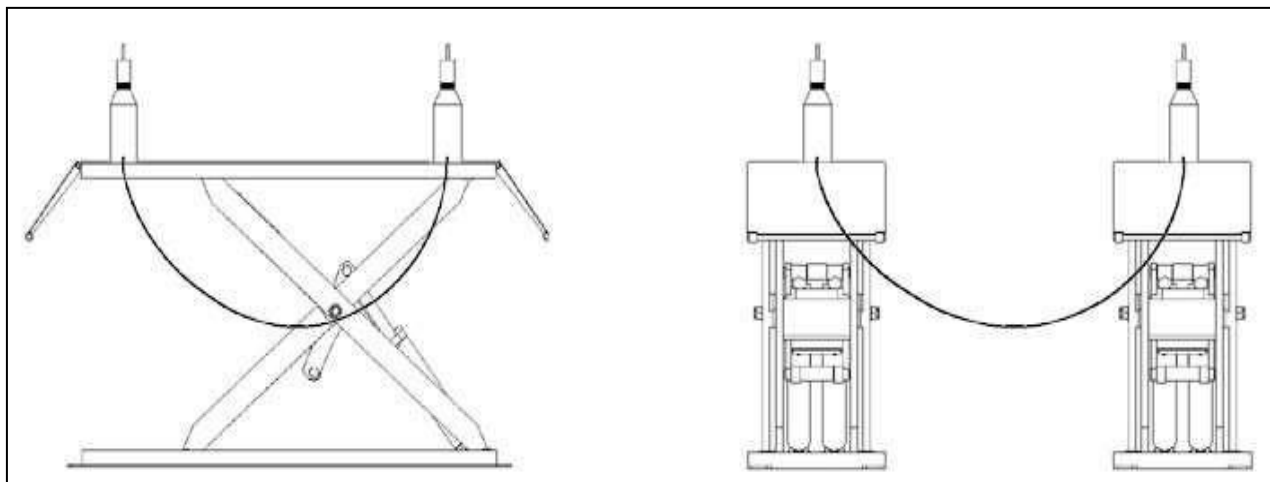

Рис. 20
- Если отклонения уровня вызваны неровностью основания на месте установки, используйте металлические пластины для подкладывания под низшую по высоте сторону для выравнивания уровня(рис. 20)